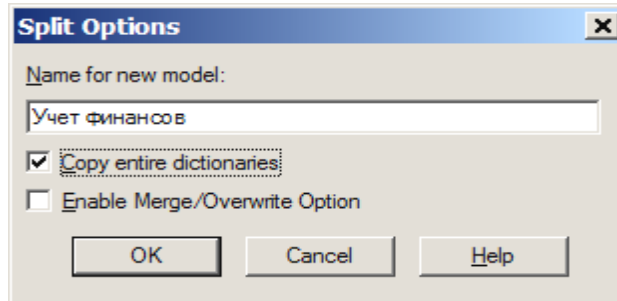

Рис. 37. Окно выбора параметров расщепления моделей
3. В диалоговом окне *Split Option* (рис. 37) внесите имя новой модели «Учет финансов», выберите опцию *Copy entire dictionaries*.